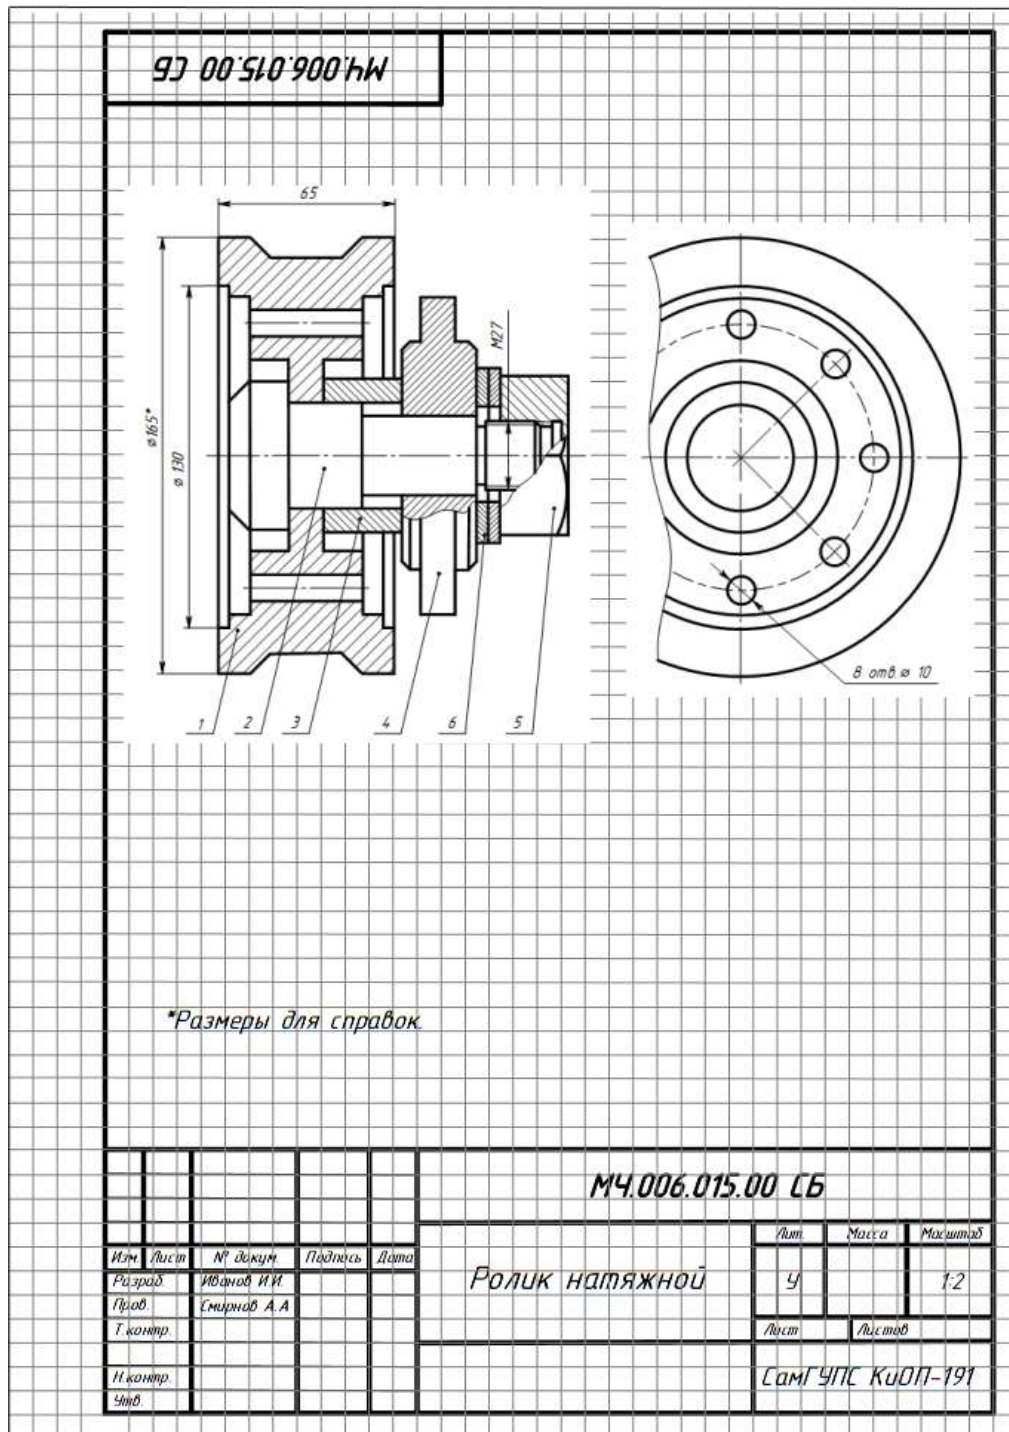

Рисунок 1 Образец выполнения задания №18
1. Внимательно изучить образец выполнения задания (рис.1)